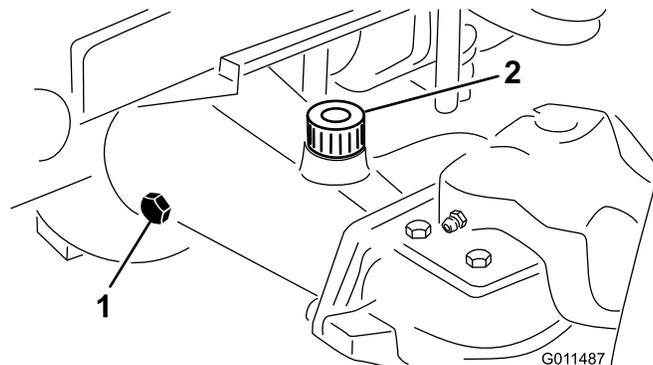

Figura 14
- Retire o tampão de verificação que se encontra numa das extremidades do eixo (Figura 14) e certifique-se de que existe lubrificante até ao fundo
do orifício. Se o nível estiver baixo, retire o tampão de enchimento (Figura 14) e adicione lubrificante suficiente para o nível de lubrificante subir até ao fundo do orifício do tampão de verificação.